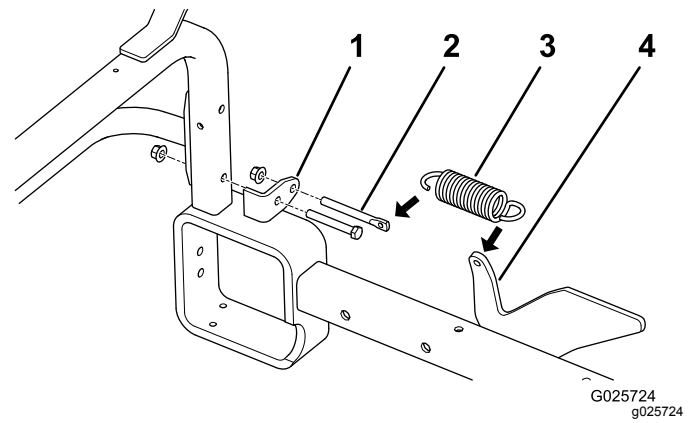

Figura 26
2. Retire el perno y la tuerca **inferiores** que sujetan cada soporte de montaje de la barra de enganche a los tubos verticales del bastidor (Figura 26).
Nota: Posicione los soportes de muelle según se muestra en Figura 26.